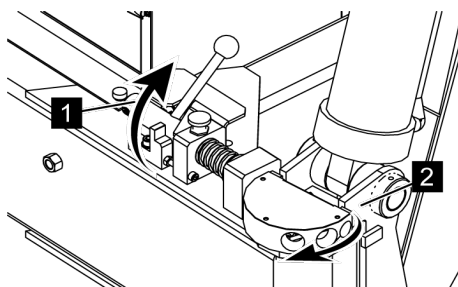

Fig. 84: Desserrer le blocage
2. Mettre la goupille de verrouillage (Voir la Fig. 84/1) dans la position indiquée (Voir la Fig. 84), de manière à ce que l'appui (Voir la Fig. 84/2) puisse pivoter librement.